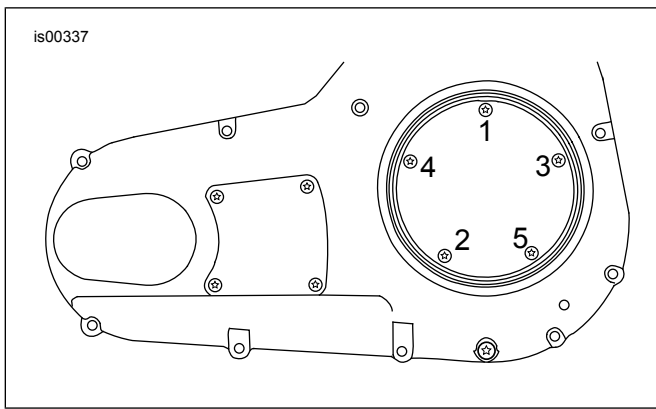

Figura 1. Seqüência de torque, tampa de inspeção da embreagem
5. Instale a gaxeta e a tampa de inspeção da embreagem (1) na tampa da caixa da corrente primária usando os parafusos e as arruelas do kit. Aperte os parafusos com torque de 10–12 N·m (84–108 **in-lbs**) na seqüência mostrada na Figura 1.